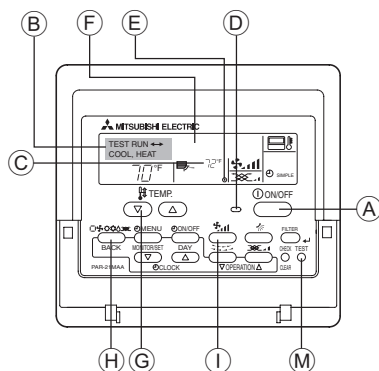

Fig. 7-1
7. Test run (Fig. 7-1)
| 3. Installation de l'appareil intérieur..... | 15 | 7. Marche d'essai (Fig. 7-1)..... | 24 |